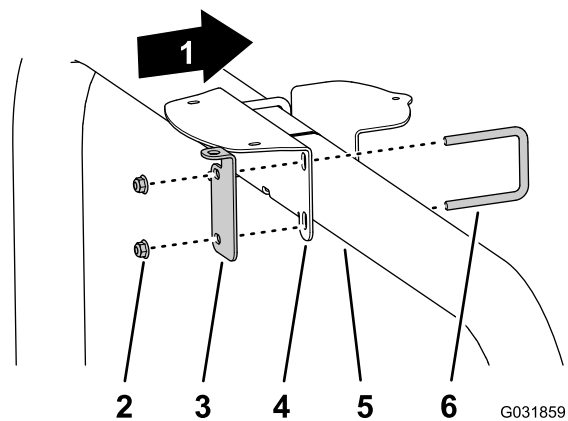

Figura 150
- Si la máquina tiene un sistema GNSS y el Kit de módem CDMA o GSM para la corrección de RTK, monte el soporte del receptor y el soporte de la antena RTK en el tubo del ROPS (Figura 150) con 2 pernos en U y 4 contratueras con arandela prensada ($\frac{3}{8}$ ").